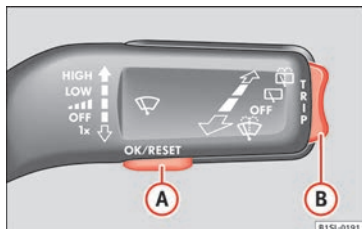

Fig. 33 Levier d'essuie-glace : touches de contrôle.
- Si un message ou le pictogramme du véhicule s'affiche, appuyez sur la touche **OK/RESET** (» fig. 33 **A**).
- Appuyez sur la partie supérieure ou inférieure de la touche à bascule » fig. 33 **B** jusqu'à ce que le point d'indication souhaité apparaisse.